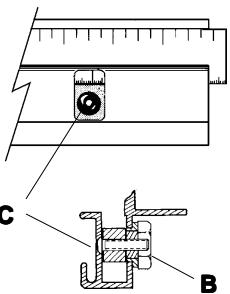

Figure 28
**NOTE:** One end of each squaring edge bar is fixed in position by its **PIVOT SCREW** near the cutting line. Each of the bars can be raised or lowered slightly by rotating them around their **PIVOT SCREW**. This is done by turning **ECCENTRIC NUTS (B)**, **Figure 28**, one in the **RIGHT SQUARING EDGE BAR** and two in the left. The **LEFT SQUARING EDGE BAR** is very long, so two **ECCENTRIC NUTS (B)** are provided to assure the **SQUARING EDGE BAR** can be adjusted straight.
- HINWEIS:** An dem Ende von jeder **Winkelleiste**, das der Schnittlinie am nächsten liegt, befindet sich eine **Stellschraube**, welche die **Winkelleiste hält**. Jede dieser Leisten kann mit diesen **Stellschrauben** ein wenig angehoben oder gesenkt werden, indem Sie um diese **Stellschrauben** gedreht werden. Das wird durch ein Drehen der **Exzentrikmuttern (B)**, **Abbildung 28**, von denen sich eine in der **rechten Winkelleiste** und zwei in der **linken Winkelleiste** befinden. Da die linke **Winkelleiste** sehr lang ist wurden zwei **Exzentrikmuttern** eingebaut, um sicherzustellen, daß die **Winkelleiste** genauestens eingestellt werden kann.
**N.B.** Un côté de chaque barre de bord d'équarrissage est maintenu en position grâce à une **VIS PIVOTANTE** près de la ligne de coupe. Chacune des barres peut être abaissée ou relevée légèrement en les faisant pivoter autour de leur **VIS PIVOTANTE**. Ceci est accompli en faisant tourner les **BOULONS EXCENTRIQUES (B)**, **Figure 28**, un dans la **BARRE DE BORD D'ÉQUARRISAGE DROIT** et deux dans la gauche. La **BARRE DE BORD D'ÉQUARRISAGE GAUCHE** étant très longue, deux **BOULONS EXCENTRIQUES** sont fournis pour assurer que la **BARRE DE BORD D'ÉQUARRISAGE** peut être ajustée correctement.